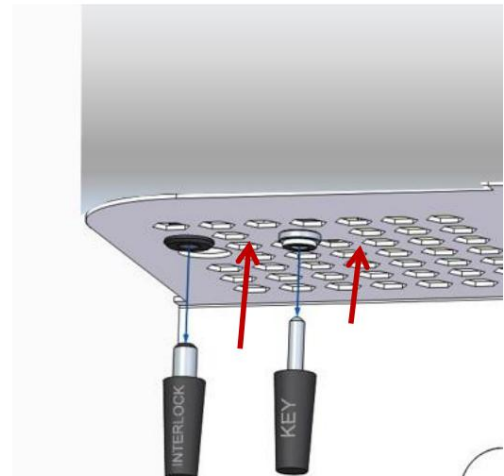

Fig. 7-6 – Detalle de llaves codificadas
- Ranura para las llaves clavijas jack) utilizadas para habilitar la máquina de soldar (Fig. 7-6);